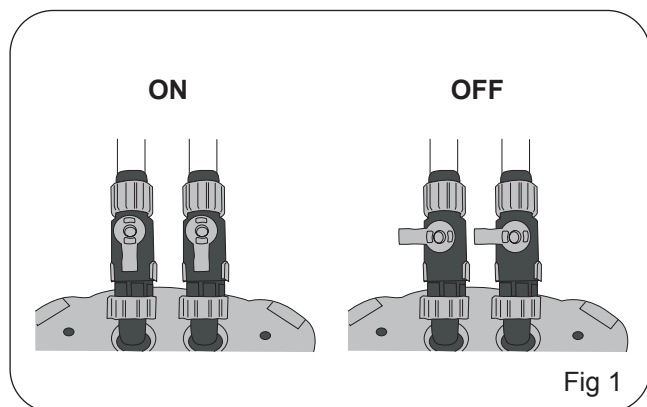

Fig 1
1. Abra o filtro soltando as 4 molas existentes nos cantos do equipamento e depois retire a tampa. Fig 1
2. Coloque ambas as torneiras na posição OFF Fig1